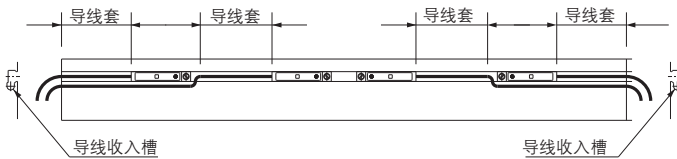

图1 磁性开关安装位置
磁性开关多个使用的场合, 必须使用导线安装槽并从气缸端部引出。(参见图1粗线: 导线)
- 2) 用管剪按照导线套指定长度剪断(参见图1)。